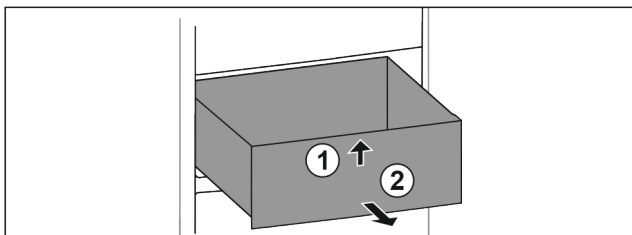

Fig. 103
- ▶ Nadzvedněte zásuvku vpředu. Fig. 103 (1)
- ▶ Vyjměte zásuvku dopředu. Fig. 103 (2)